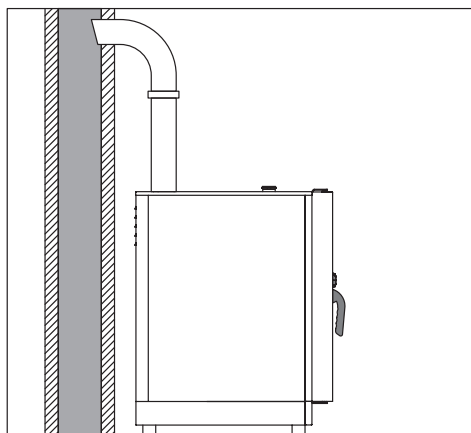

fig. 12
- Mediante enlace con un canal natural, como un humero de tiro natural seguramente eficaz para evacuar los productos de la combustión directamente al exterior (fig. 12). El proseguimiento se realiza hacia el exterior o en una chimenea mediante el transportador/antiviento abastecido como accesorio bajo pedido. Dicha intervención tiene que garantizar que la evacuación de los humos no quede obstaculada por obstrucciones y/o por la excesiva longitud del tubo de escape (máximo 3 m).